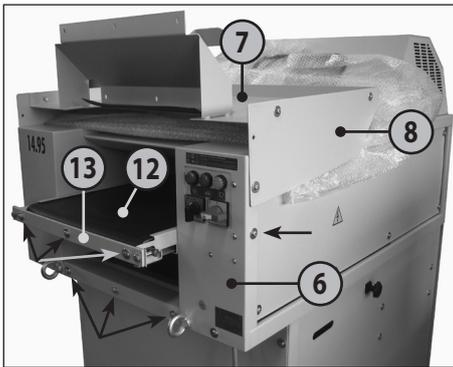

fig. 1
- 6 = Cárter (fig. 1, 2, 4)
- 7 = Mesa (fig. 1, 2, 4, 5, 6)
- 8 = Chapa de protecção (fig. 1, 2, 4)
- 12 = Fita de transporte (fig. 1, 2)
- 13 = Dispositivo de fixação da fita de transporte (fig. 1)
### POSICIONAMENTO DA MESA (7) (fig. 1, 2 e 3):
1. Desapertar os três parafusos e respectivas anilhas em cada um destes pontos: no cárter (6), no topo do dispositivo de fixação da fita de transporte (13) e um parafuso debaixo da chapa de protecção (8), em ambos os lados (ver marcações com setas na fig. 1).